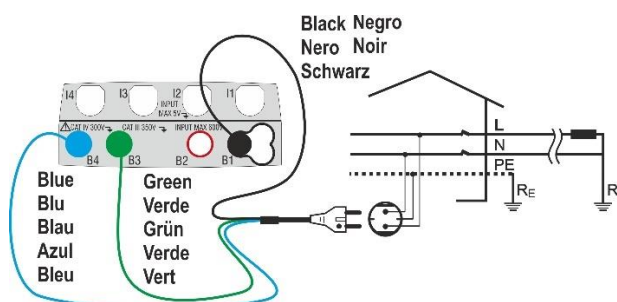
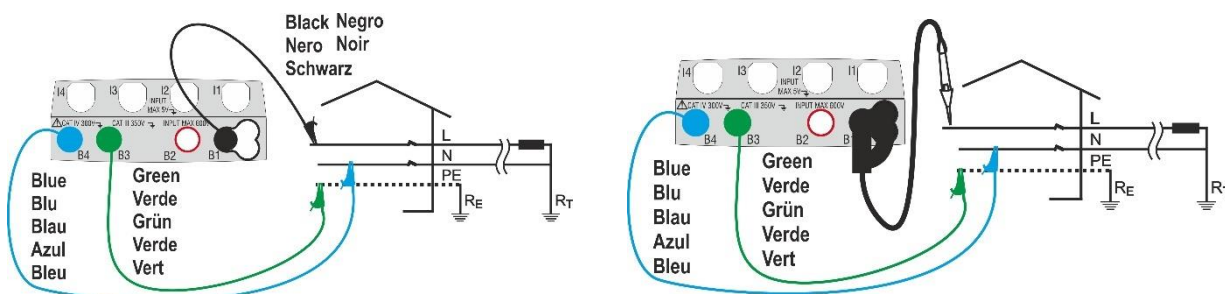
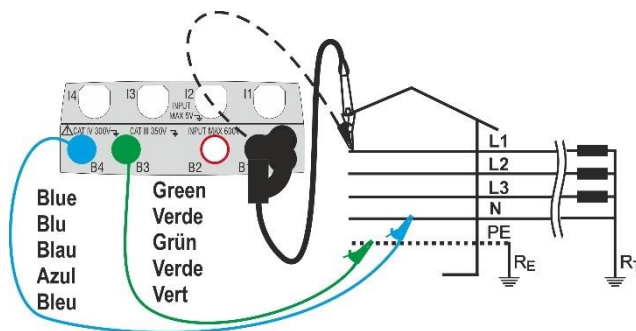
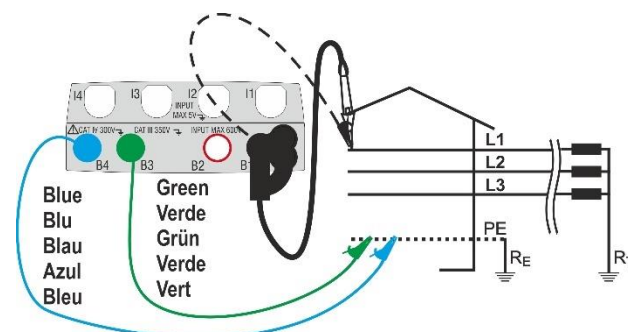

Fig. 17: Medição L-N/L-PE em instalações monofásicas com ficha shuko
Fig. 18: Medição L-N/L-PE monofásicas/bifásicas com cabos e ponteira remota
Fig. 19: Medição L-N/L-PE trifásicas com cabos individuais e ponteira remota
Fig. 21: Medição L-PE/L-N em instalações trifásicas (não N) com cabos individuais e ponteira remota
4. Conectar a ficha shuko, os crocodilos ou a ponteira remota à rede elétrica de acordo com as Fig. 17, Fig. 18, Fig. 19 e Fig. 21
4. Desconectar, quando possível, todas as cargas conectadas a jusante do ponto de medição visto que a impedância dos referidos utilizadores poderá influenciar os resultados do teste. Conectar a ficha shuko, os crocodilos ou a ponteira remota à rede elétrica de acordo com as Fig. 17, Fig. 18, Fig. 19 e Fig. 21 no ponto o mais próximo possível da proteção em exame